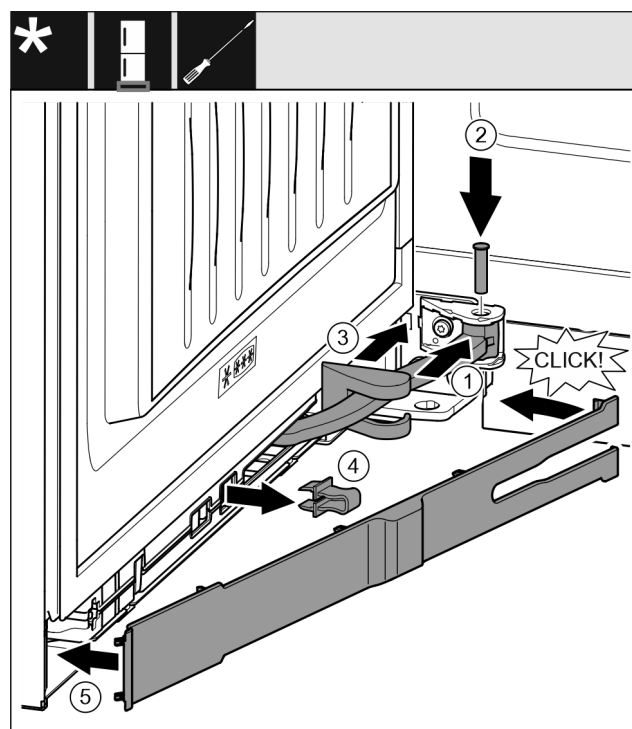

Fig. 45
- Tourner l'articulation dans la fixation. Fig. 45 (1)
- Introduire le boulon dans la fixation avec un tournevis T15 et mettre en place l'articulation. Veiller à ce que l'ergot d'encliquetage repose correctement dans la rainure. Fig. 45 (2)
- Pousser le cache du palier de support le long de l'articulation et le monter au-dessus de la fixation. Fig. 45 (3)
- Enlever l'arrêt. Fig. 45 (4)
- Mettre le cache du côté de la poignée et l'incliner vers l'intérieur. Fig. 45 (5)